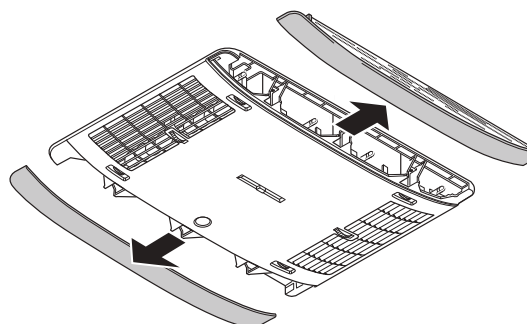

Fig. 38
- ▶ Retirar ambos paneles laterales del distribuidor de aire (Fig. 38).